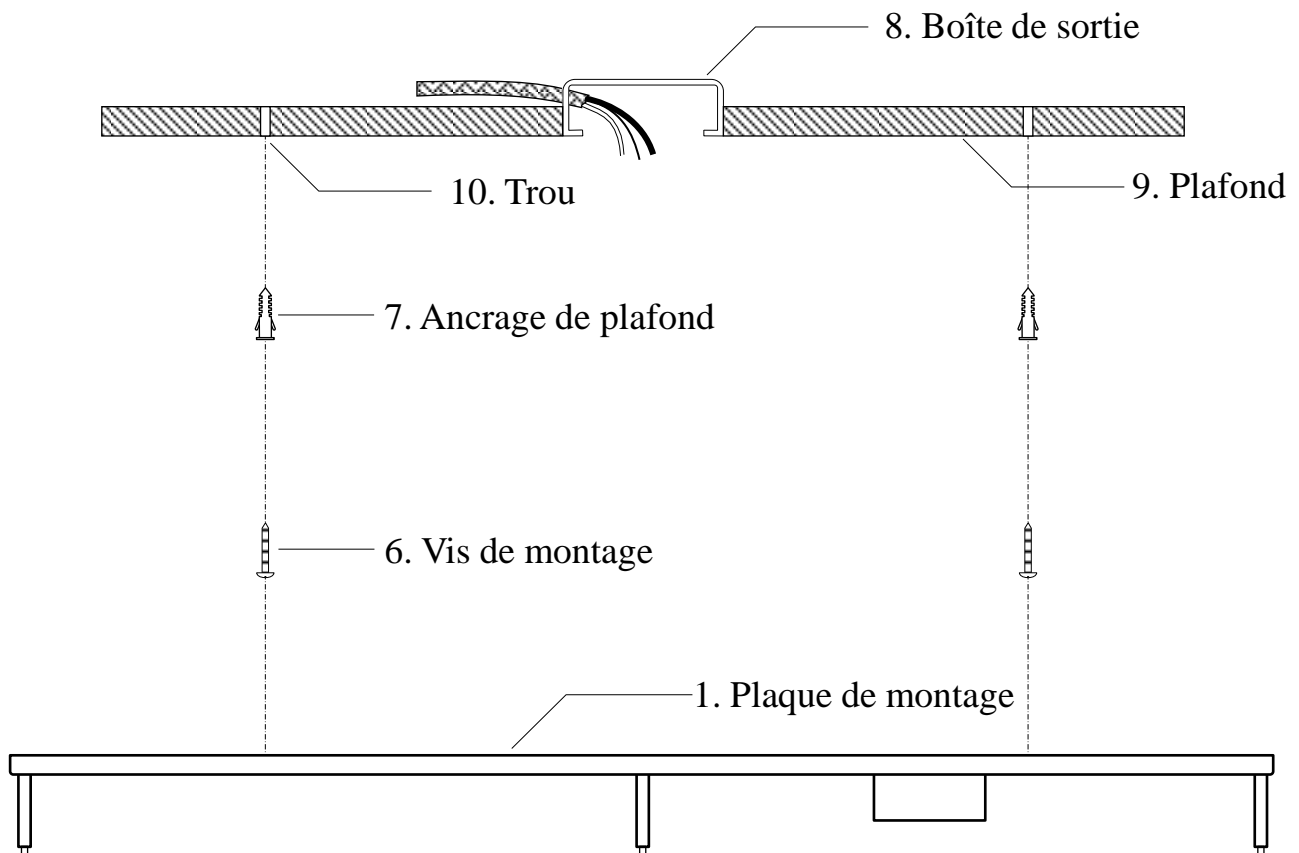

Fig. 1
3. Retirez la plaque de montage (n° 1) du plafond (n° 9). Percez des trous (n° 10) de dimension adéquate au niveau des marques indiquant l'emplacement des encoches en trou de serrure. Insérez les ancrages de plafond (n° 7) dans les trous (n° 10). (**Fig. 1**)
4. Vissez les vis de montage (n° 6) jusqu'à moitié dans les ancrages de plafond (n° 7). (**Fig. 1**)